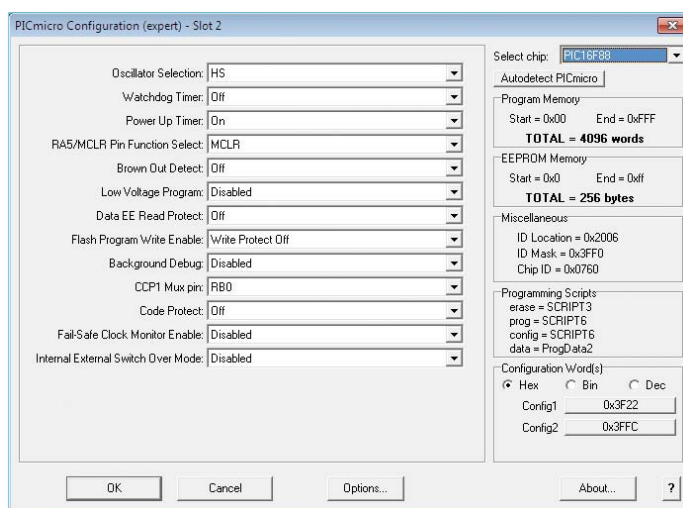

Figure 3. Méthode de configuration du TMR0 pour les interruptions sur Flowcode.
Étape 3. La partie récepteur fonctionnant, il a été possible de travailler sur la partie gradateur du logiciel. Elle utilise l'interruption sur débordement du TMR0, et est utilisée pour la détection de passage par zéro et comme minuterie pour définir l'instant de déclenchement du triac. Cela se fait au moyen d'un contrôleur d'interruption Flowcode pour activer l'interruption du TMR0, en choisissant TMR0 comme source d'interruption, T0CKI comme horloge source, les fronts montants comme horloge, et en paramétrant le prescaler à 1:1 (voir **figure 3**). L'utilisation d'un composant C pour prérégler le TMR0 à FFh permettra au détecteur de passage par zéro de déborder au premier passage par zéro de la tension secteur. La macro Fire_triac sera alors appelée. Elle commence par le test d'une condition. Si Enable_trigger = 1, le triac sera déclenché, puis remis à zéro, et TMR0 est prêt à déborder au passage par zéro suivant. Si Enable_trigger = 0, TMR0 est chargé avec une valeur lui permettant de déborder lorsque le triac est déclenché.
Tant que des octets sans erreurs de trame sont reçus, la chose suivante à tester est l'octet de début de trame (*Start Of Frame* ou SOF), qui pour les gradateurs vaut 0x00. Si c'est un SOF, il faut alors compter les octets reçus jusqu'à ce que l'adresse DMX sélectionnée soit atteinte, puis copier les données DMX reçues dans le registre utilisé dans la macro TMR0, c'est tout ! Une partie de cette routine est illustrée à la figure 3.